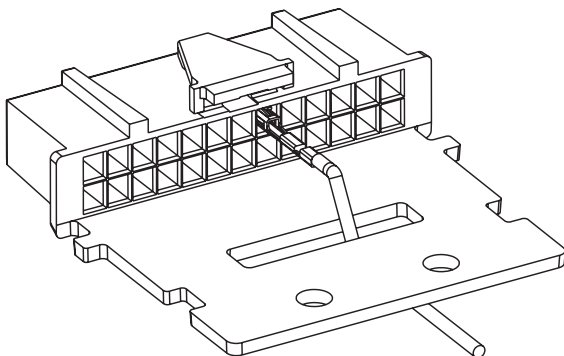

Figura 1a Protetor contra torção do fio
6. Conecte os fios através do conector do acessório, como mostrado na *Figura 1a* ou para aplicações com diversos acessórios conectados ao rádio móvel, conecte os fios como mostrado na *Figura 1b* e prenda-os com uma braçadeira de cabos após finalizar a etapa 7.